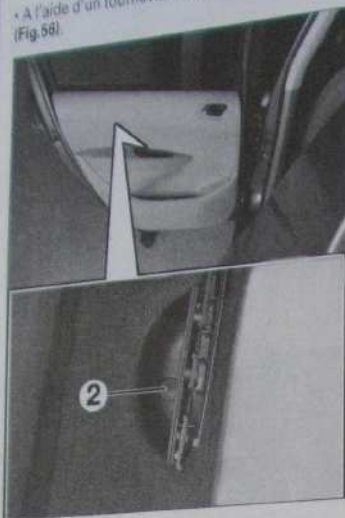

Fig. 56
- A l'aide d'un tournevis fin, déposer le cache-vis (2) (Fig. 56).